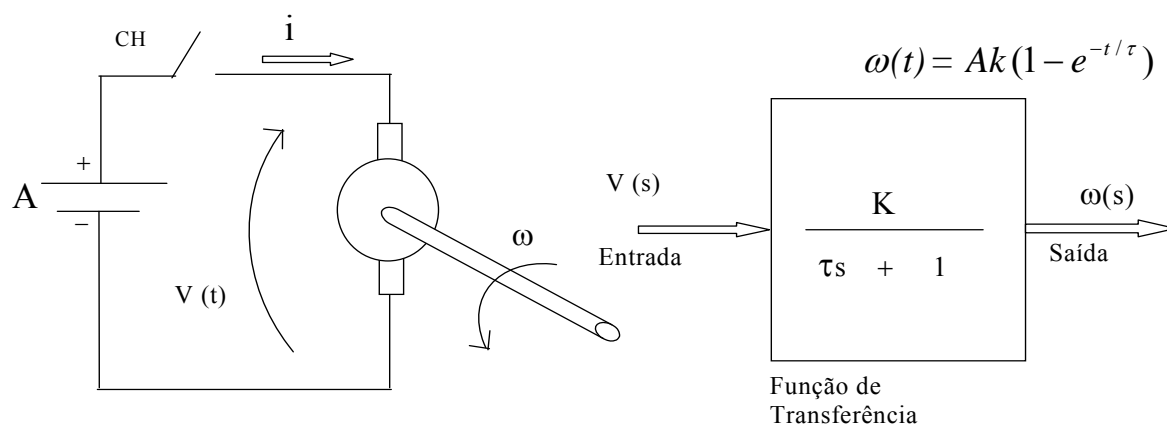

Fig. 1 -Função de transferência de um motor C.C.
para uma entrada degrau  $V(t)$  com amplitude  $V(t)=10$  volts. Comparando-se a equação (4) com a Fig.1, identifica-se  $\tau=0,25$  e  $K=0,25$ . Implemente este sistema dinâmico, montando o esquema eletrônico abaixo, que corresponde ao diagrama da Fig.2, já estudado, com  $\tau=k=0,25$ .